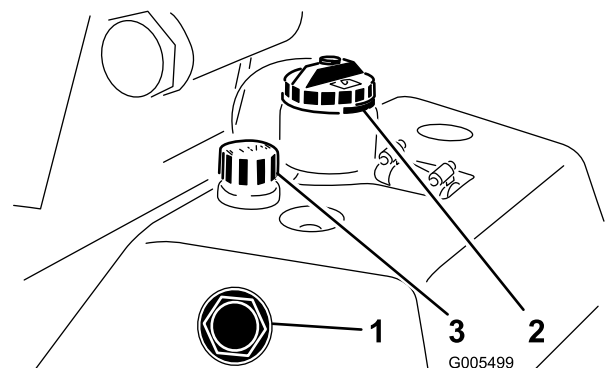

Bild 26
1. Stellen Sie die Maschine auf eine ebene Fläche. Stellen Sie sicher, dass die Maschine abgekühlt ist, sodass das Öl kühl ist. Prüfen Sie den Ölstand am Schauglas an der Seite des Hilfsölbehälters (Bild 26). Wenn der Ölstand zwischen den zwei Markierungen am Schauglas liegt, ist der Stand ausreichend.